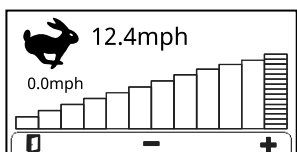

Figura 28
- **Pantalla de ajuste de la velocidad de tracción (Figura 28):** Pulse el botón para acceder a esta pantalla y ajustar la velocidad máxima mientras la unidad de corte está en la posición de OPERACIÓN (indicado por el icono) o mientras la unidad de corte está en la posición de